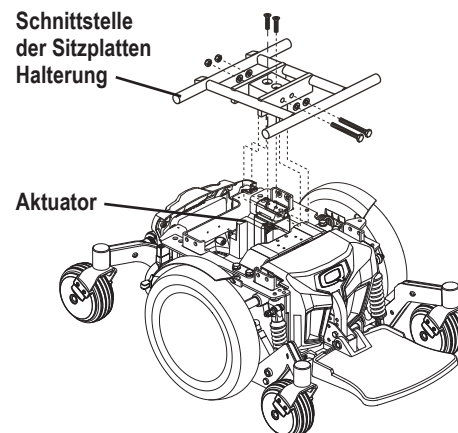

Bild 11. Sitzhöhenversteller Aktuator
- Platzieren Sie die Schnittstellenhalterung der Sitzplatten auf den Aktuator. **Siehe Bild 11.**